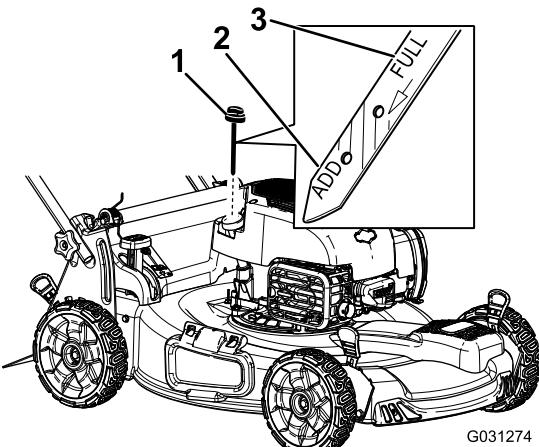

Figure 23
4. Retirez la jauge (Figure 23).
6. Versez de l'huile **lentement** dans le goulot de remplissage pour faire monter le niveau jusqu'au repère du plein (Full) sur la jauge (Figure 23). **Ne remplissez pas excessivement.**